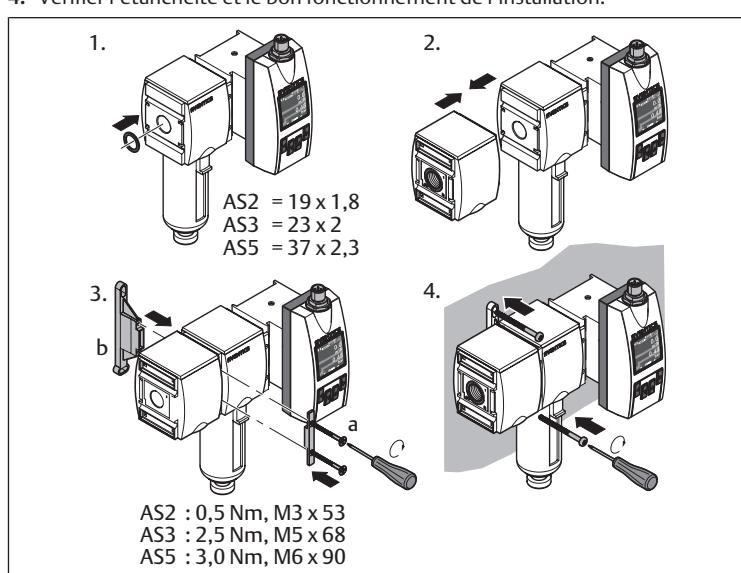

Fig. 4: Montage avec étrier de fixation | W03
- Montage avec étrier de fixation : voir → Fig. 4.